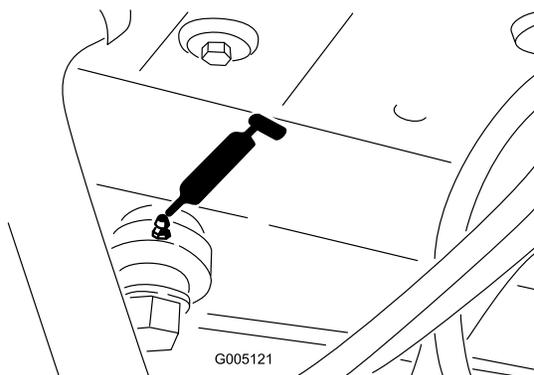

Figura 33
- Rótula del cilindro de dirección (Figura 33)